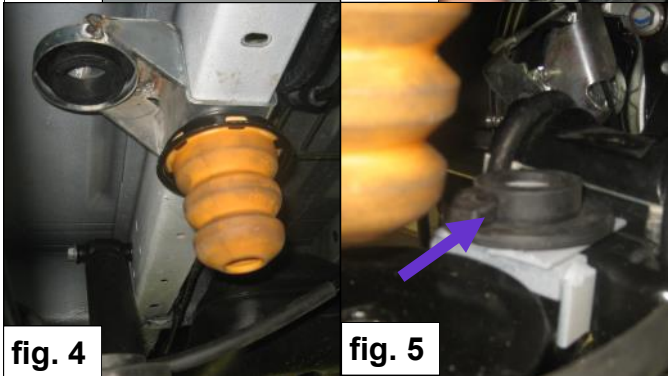

fig. 4
4. Install the upper spring bracket A and rubber spring seat D together with the buffer support 2 and original buffer 1. Use the original bolt. See Figure 4.
4. Montieren Sie die obere Halterung A und Gummi-Federteller D zusammen mit dem Pufferhalter 2 und Original-Puffer 1. Benutzen Sie das Original Schraube. Siehe Fig. 4.
4. Placez le support supérieur A et le caoutchouc D avec le support du tampon 2 et le tampon 1. Utilisez le boulon d'origine. Voir figure 4.